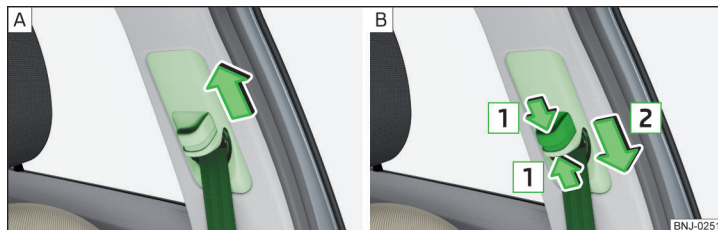

Fig. 18 Ajuste en altura del cinturón para los asientos delanteros
- Desplazar la guía **hacia arriba** en sentido de la flecha » **fig. 18** - [A].
- **O bien:** Comprimir el seguro en el sentido de la flecha [1] deslizar la guía **hacia abajo** en el sentido de la flecha [2] » **fig. 18** - [B].